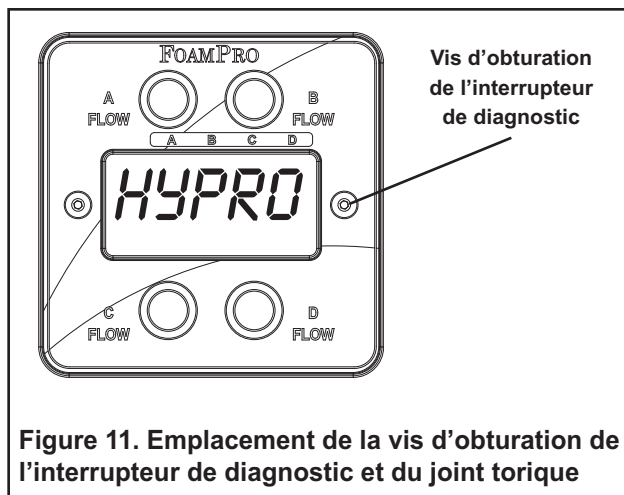

Figure 11. Emplacement de la vis d'obturation de l'interrupteur de diagnostic et du joint torique
1. Vous pouvez lancer le mode de diagnostic en enlevant la vis et le joint torique situés sur le côté droit du module de commande à affichage numérique (voir la Figure 11) à l'aide d'une clé Allen de  $\frac{3}{32}$  po.